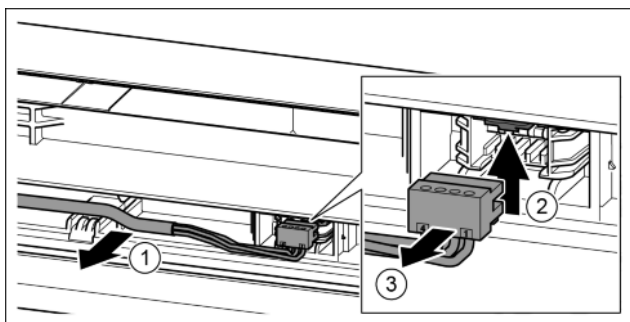

Fig. 19
- ▶ Ostrożnie wyjąć szary kabel z przewodnicy w drzwiach. Fig. 19 (1)
- ▶ Nakładkę wcisnąć w górę. Fig. 19 (2)
- ▶ Ostrożnie wyjąć wtyczkę. Fig. 19 (3)